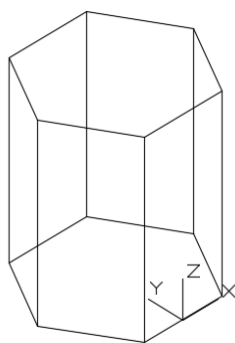

Рис. 19
- 1) выполнить привязку ПСК кнопкой «Начало»  к середине ребра нижнего основания (рис. 19);